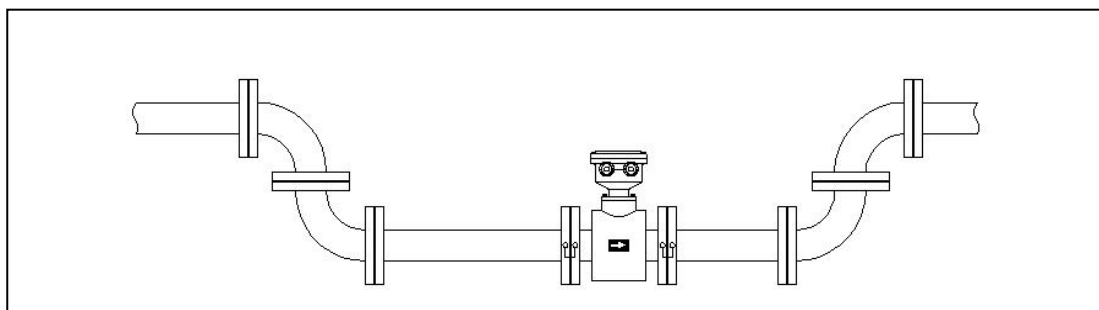

图 4.2.1 防负压安装
1)为防止出现负压，流量计标高应略低于管道的标高，或在流量计下游侧保证有一定的背压。如图 4.2.1 所示：